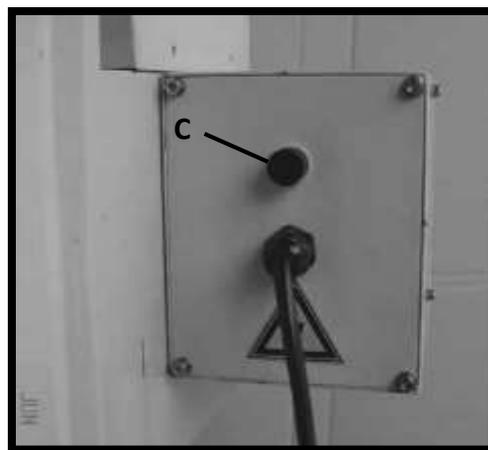

Рис. 13
**Предохранитель** (С, Рис. 13) расположен на задней стенке электрического шкафа. Предохранитель на 8А устанавливается на основание. Поверните колпачок против часовой стрелки, чтобы открыть и заменить предохранитель.